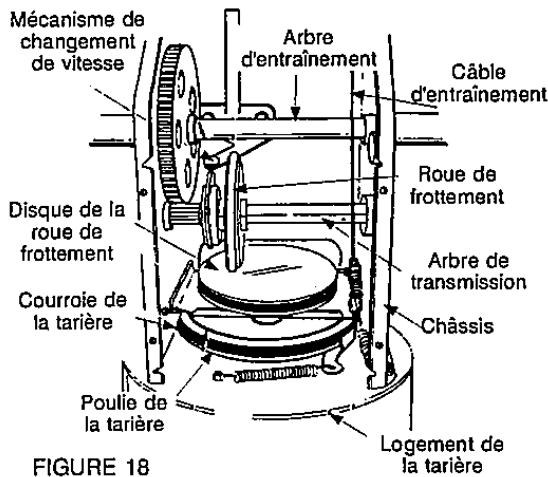
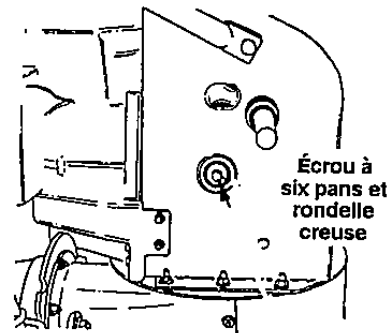

FIGURE 18
FIGURE 25
Vérifiez le degré d'usure de la roue de frottement au moins une fois par saison. Remplacez la bague en caoutchouc (roue de frottement) avant que les plaques de serrage n'endommagent la plaque d'entraînement en aluminium. Voir la figure 18.
4. Glissez la courroie entre la roue de frottement et le disque de la roue de frottement. Voir la Figure 18. Il faudra peut-être tordre la courroie à plat pour la glisser entre la roue de frottement et le disque de la roue de frottement. Enlevez complètement la courroie.
5. Démontez l'arbre de transmission de la machine en enlevant les boulons et les rondelles Belleville de chaque côté du châssis. Voir la figure 25. Tenez l'ensemble de la roue de frottement et glissez l'arbre de transmission vers la droite. Voir la figure 18.
8. Faites glisser le nouvel ensemble de la roue de frottement sur le mécanisme de changement de vitesse, comme à la figure 18, et poussez l'arbre de transmission dans la machine. Remontez dans l'ordre inverse.